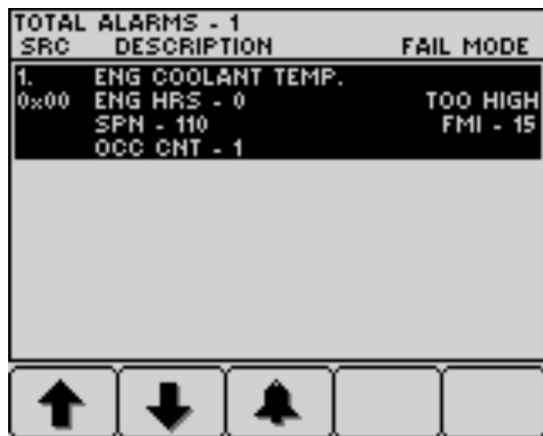

図 44
3. ボタン1-5で、不具合の内容を確認する図 44。
4. ボタン1-5で、不具合の内容を確認する 図 44 エンジン関係のアドバイス \(ページ 36\)を参照。